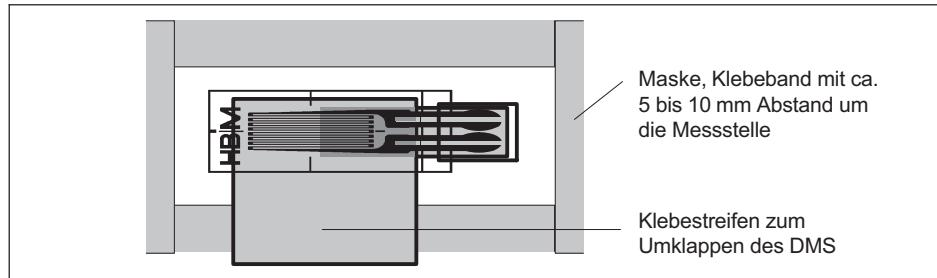

Abb. 5.4 Vorbereiten der DMS-Installationsstelle
- Bringen Sie ein Klebeband im Abstand von ca. 5 bis 10 mm um die Installationsfläche an (*siehe Abb. 5.4*).